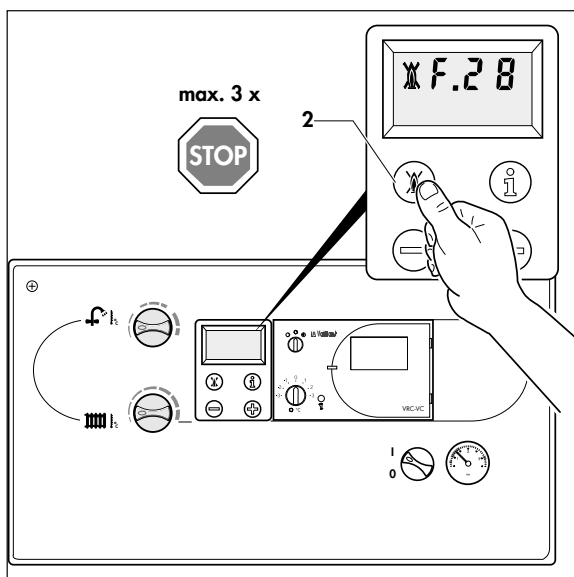

Fig. 3.12: Înlăturarea defecțiunilor
- Apăsați butonul de resetare avarie (2, fig. 3.12) și mențineți-l apăsat aprox. 1 s sau treceți comutatorul general pe "OPRIT" și din nou pe "PORNIT".